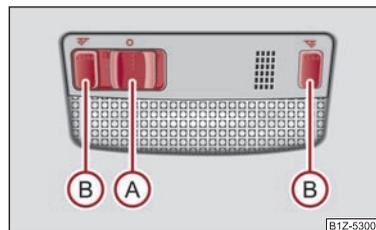

Fig. 44 Découpage dans le revêtement de pavillon: Éclairage intérieur avant et arrière
- Le symbole  fig. 44 apparaît en poussant le contacteur  vers la gauche.